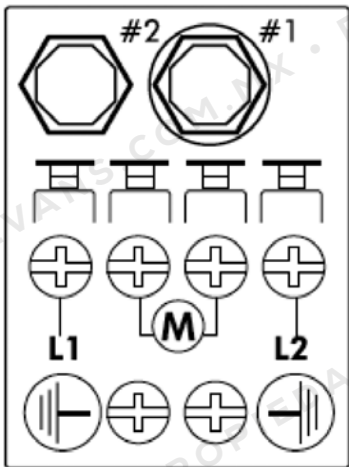

Figura 8.
- 3 Ajuste la presión de arranque considerando que el paro se efectúa 0.13 MPa (20 PSI) por arriba de la presión de arranque, para este ajuste puede apoyarse con un manómetro. Ver figura 8.